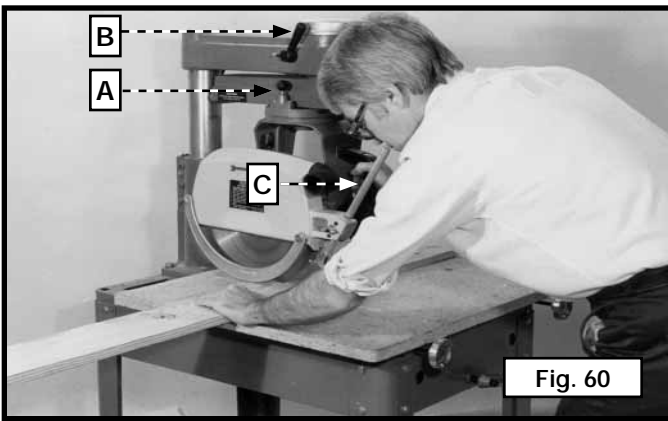

Fig. 60
El corte transversal consiste en apoyar la pieza de trabajo contra la guía y mover la hoja de sierra a través del material. Antes de realizar un corte transversal, fije el brazo guía (A) a "0" y ajuste el mango de fijación del brazo guía (B) Fig. 60. Ajuste la guía. Asegúrese de que la hoja de sierra esté a la izquierda y detrás de la guía. Coloque la pieza de trabajo en el banco y ensámblela contra la guía. La hoja de sierra debe estar separada de la guía y del banco cuando la máquina está encendida. Baje la hoja de la sierra hasta que corte levemente la superficie del banco. Coloque un poco hacia la izquierda de la máquina para tener mejor visibilidad. Mueva la hoja de sierra a través de la superficie de trabajo y, una vez efectuado el corte, coloque la hoja de sierra nuevamente en su posición inicial. Espere a que la hoja se detenga antes de retirar la pieza cortada.
⚠ PRECAUCIÓN: Asegúrese de que sus manos estén alejadas de la hoja. Sostenga la pieza de trabajo con firmeza. Como medida de seguridad adicional, invierta la varilla antirretroceso (C) Fig. 60 y fíjela en posición de modo que la varilla casi toque la pieza de trabajo. En esta posición, la varilla puede funcionar como un protector de los dientes expuestos de la hoja. Vea la Fig. 60, donde se ilustra una operación de corte transversal en una sierra radial. Asegúrese de colocar nuevamente el soporte del cabezal de corte en la posición trasera después de cada operación de corte transversal.